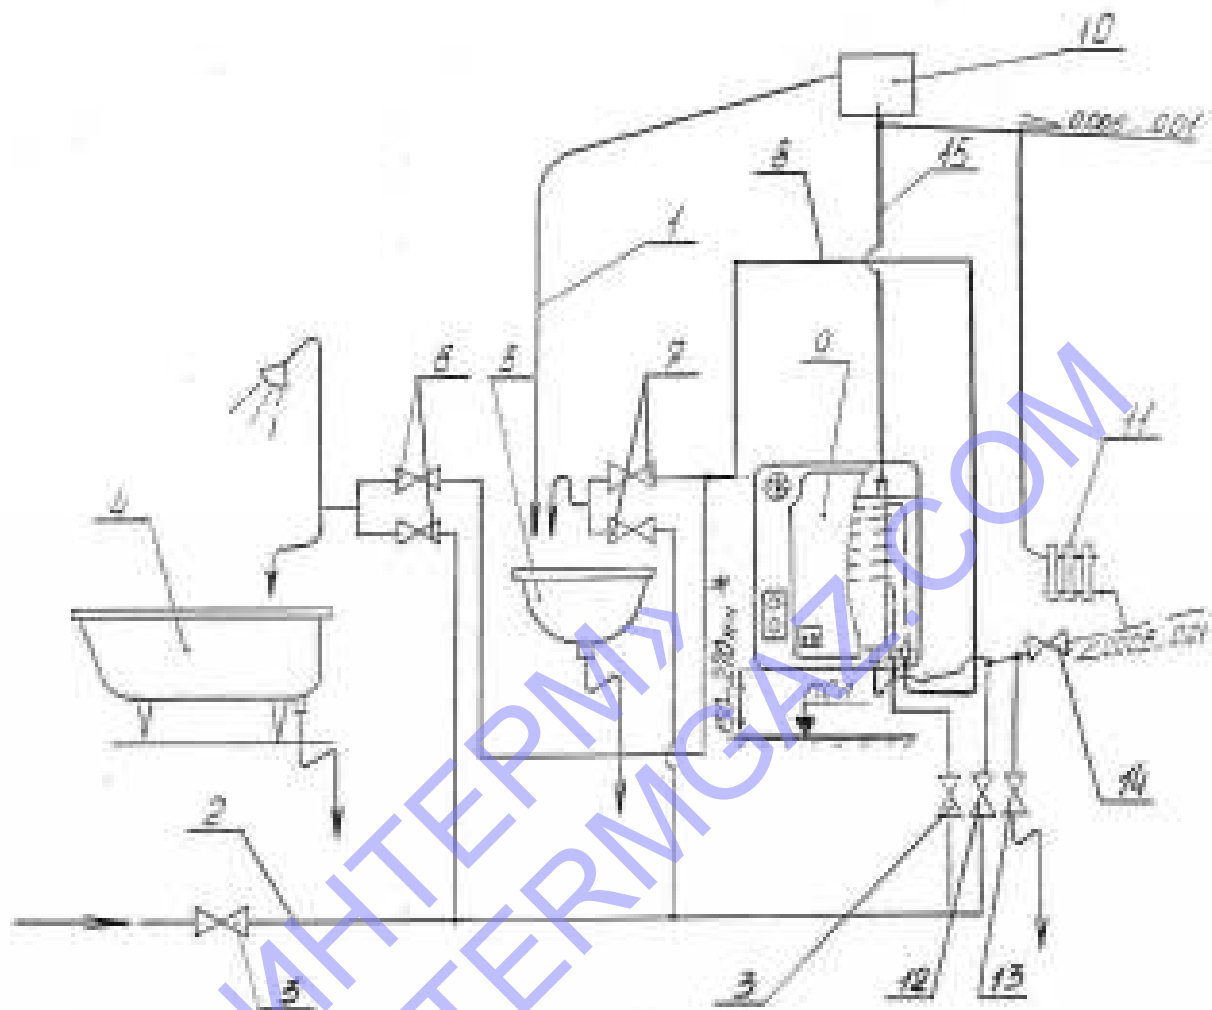

Рис. 5 Примерная схема установки котла с гравитационной системой отопления.
5.14 Примерная схема установки котла в открытой гравитационной системе отопления и подключение к системе хозяйственного водоснабжения приведена на рис.5. При подключении котла к системе хозяйственного водоснабжения на входе в котел необходимо установить сетчатый фильтр с размером ячейки не более 3х3 мм.
2** В случае применения принудительной циркуляции теплоносителя котлы могут быть установлены на любой удобной высоте при условии доступа к элементам управления, розжига и контроля. Для гравитационных отопительных систем высоту H см. рис.5.
- 4) контролировать наличие воды в расширительном баке и, при необходимости, доливать воду (для открытой отопительной системы, см. рис.5);